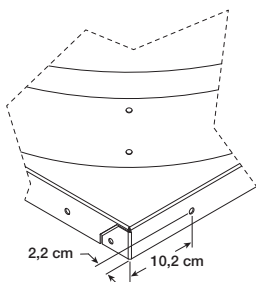

Figura 3
- Gire la bisagra inferior hasta que quede paralela con la bisagra superior y sujete contra el reborde. Marque los (2) orificios en cada lado para perforar.
- Vuelva a poner el soporte inferior en paralelo con los soportes superiores e instale los (2) pernos soldados de 1/4-20 x 3/4 pulg. y las tuercas de 1/4-20. Deje apretado manualmente.
- Revise si hay perforaciones de fábrica en la base del ventilador cerca o en las dimensiones indicadas en la Figura 3. Si existe este orificio, se puede usar como punto superior de conexión para el cable de tope. Si no es así, perforo un orificio de 8 mm en la base del ventilador según las dimensiones indicadas en la Figura 3.